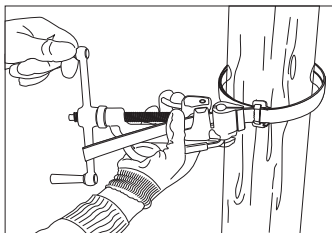

Рисунок 7
3.5 После блокировки ленты в головке при помощи рукояти (рисунок 7) натягиваем ленту, вращая